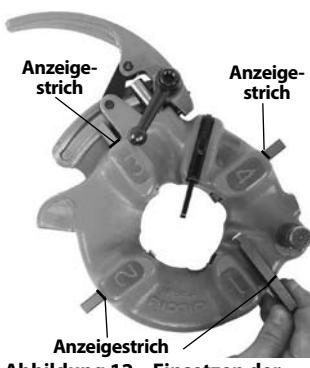

Abbildung 12 – Einsetzen der Schneidbacken
- Die entsprechenden Schneidbacken in den Schneidkopf einsetzen, mit der nummerierten Kante nach oben, bis der Anzeigestrich bündig mit der Kante des Schneidkopfs ist (siehe Abbildung 12). Die Zahlen auf den Schneidbacken müssen denen an den Schlitten des Schneidkopfs entsprechen. Wechseln Sie Schneidbacken immer als Satz – Schneidbacken aus verschiedenen Sätzen nicht mischen.